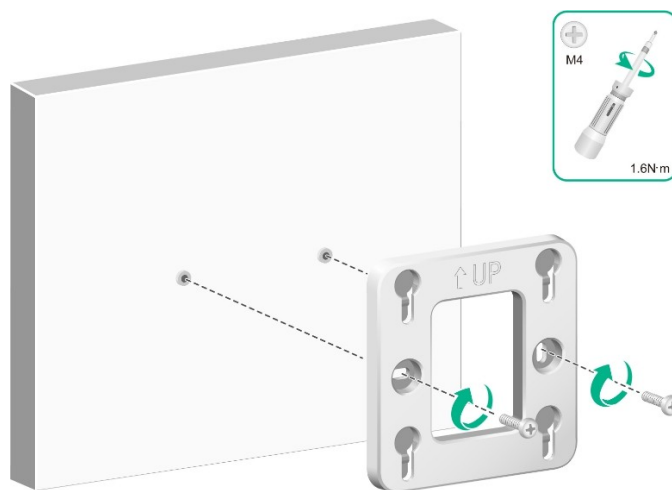

Figura 2-6 Montagens fixas
4. Fixe o suporte na parede usando parafusos de expansão nos orifícios de montagem, ajustando a posição do suporte e apertando os parafusos, conforme mostrado na Figura 2-6.